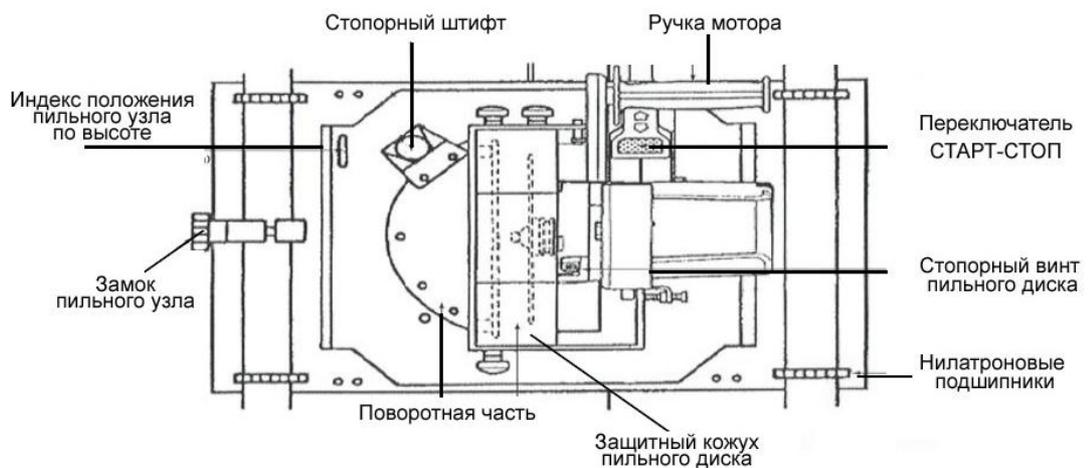
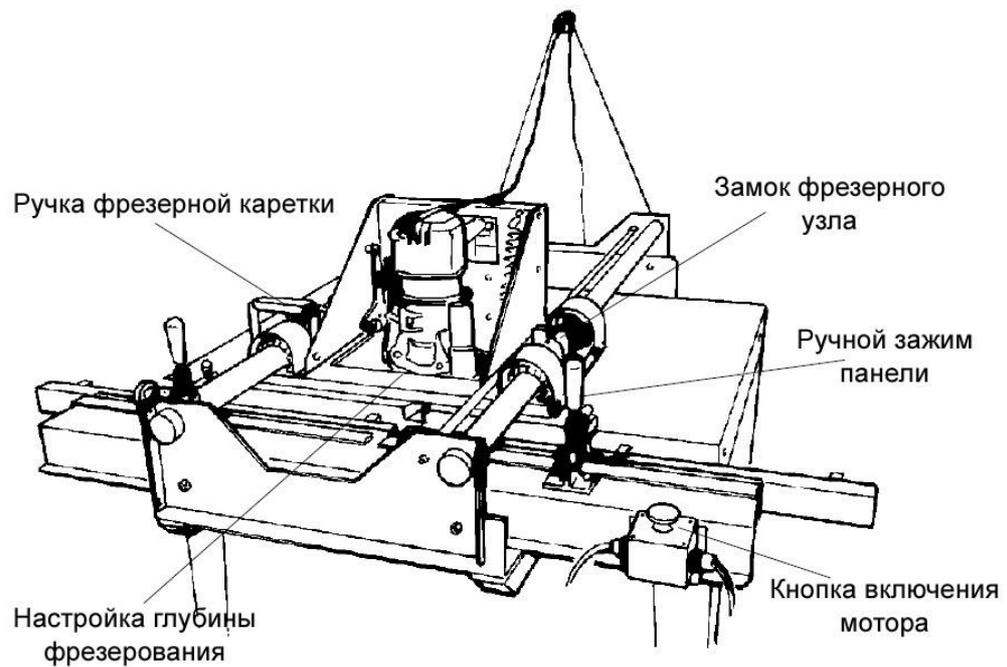

РИС. 11. Основные компоненты пильного узла (модель C4, C5, все станки серии H)
РИС. 16. Основные компоненты горизонтального фрезерного станка TR2
3. Поддерживайте пильный узел, пока Вы ослабляете красный замок пильного узла (см. РИС. 11 – РИС. 16). Поднимите пильный узел, пока отверстие в верхней части пильного узла не совпадет с крепежным отверстием на конце троса противовеса. Убедитесь, что трос противовеса находится сзади пильного узла. Затем зафиксируйте замок пильного узла.